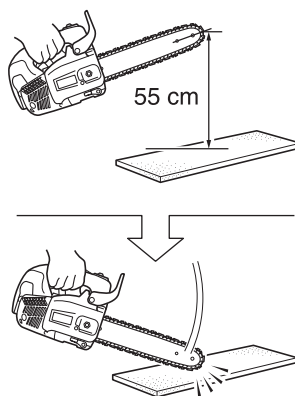

Fig. 24
- > Saisissez les poignées avant et arrière de l'appareil (sans trop les serrer) et tenez le guide-chaîne à une hauteur d'environ 55 cm (Fig. 24).